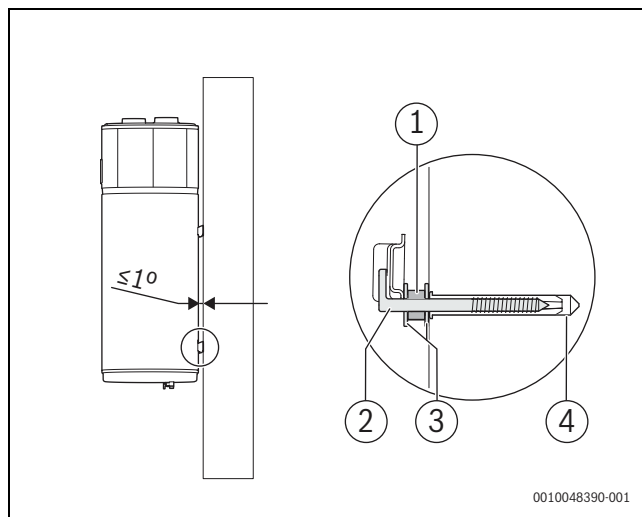

Fig. 18
- ▶ Prevedere una distanza minima di 220 mm dal soffitto e di 450 mm dal pavimento (→fig. 18, pagina 13) per facilitare la manutenzione.
L'apparecchio deve essere livellato verticalmente o leggermente inclinato all'indietro, non più di 1°. Per regolarlo, si consiglia di farlo (Fig. 18):